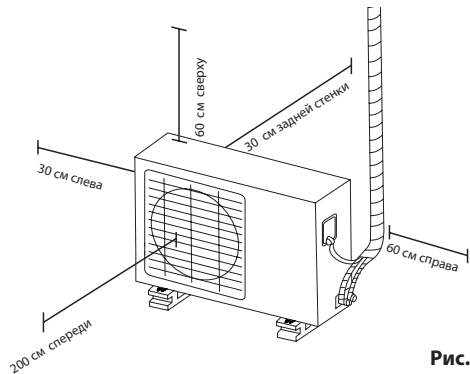

Рис. 4.1
- ☑ Соответствие всем требованиям по размерам, указанным в Требованиях к установочному пространству (**рис. 4.1**)